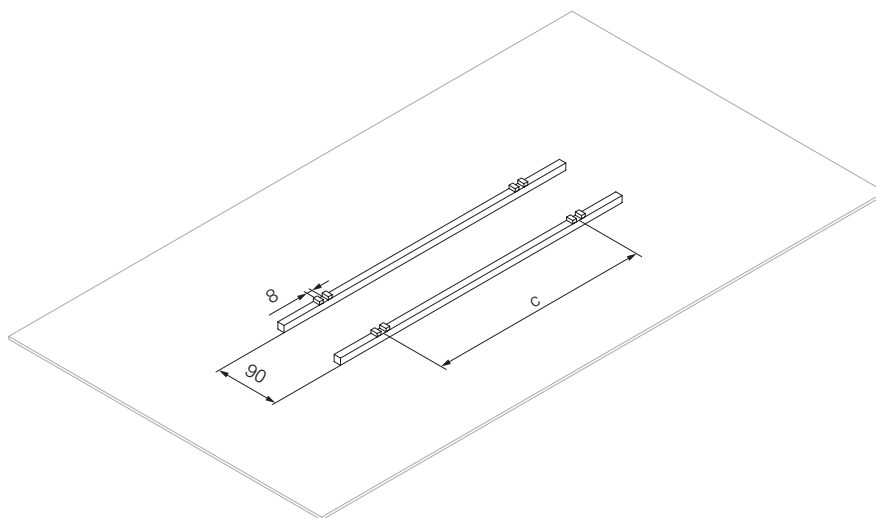

Fig. B6.03
- Come ausilio per il montaggio, predisporre due travetti squadrati con un ausilio di arresto. La quota c corrisponde alla distanza tra le mensole. Disporre i travetti squadrati alle distanze specificate sull'area di montaggio e allinearle parallelamente l'una all'altra. (Fig. B6.03)